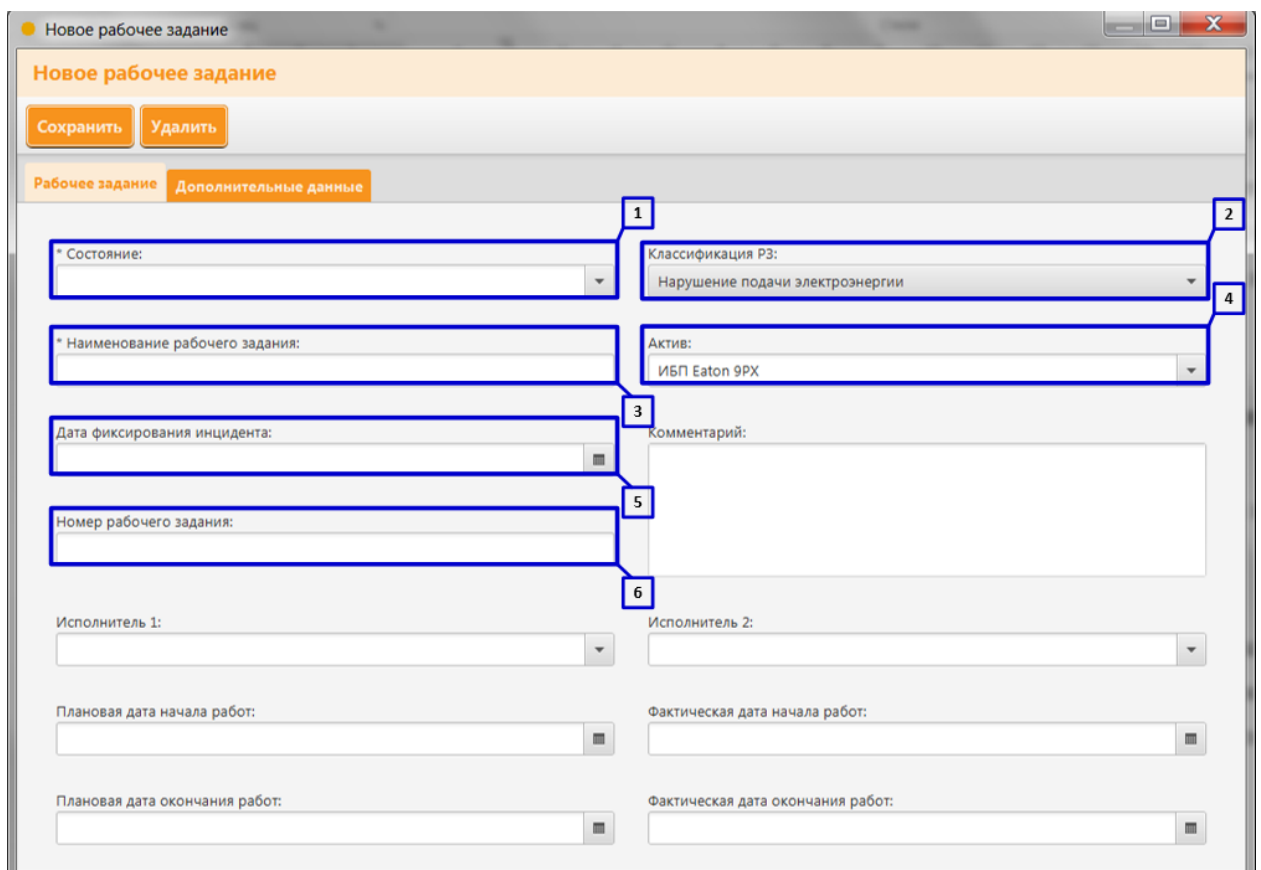

Рисунок 36. Создание рабочего задания в карточке актива (Часть 2)
3. Из выпадающего списка «Состояние» выберите статус рабочего задания (**Рисунок 36 пункт 1**). Рабочее задание имеет следующие статусы:
4. Строка «Классификация» заполняется автоматически, так как рабочее задание создается во вкладке с определенной классификацией инцидента (**Рисунок 36 пункт 2**). Для инцидентов выделены следующие классификации:
5. В строке «Наименование РЗ» введите краткое описание рабочего задания (**Рисунок 36 пункт 3**);
6. Строка «Актив» заполняется автоматически, так как рабочее задание создается в карточке актива (**Рисунок 36 пункт 4**);
7. В строке «Дата фиксирования инцидента» введите дату, когда был обнаружен инцидент (**Рисунок 36 пункт 5**);
8. В строке «Номер рабочего задания» введите номер рабочего задания (**Рисунок 36 пункт 6**);